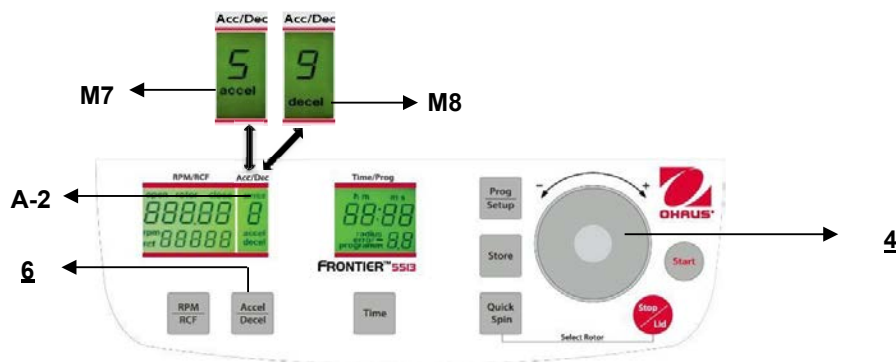

Figura. 15
Fare riferimento alla figura 15 qui di seguito per riferimento.
Il coperchio deve solo essere abbassato leggermente. Un bloccaggio elettromagnetico del coperchio fa chiudere il coperchio stesso, e allo stesso tempo scompare la parola **"open"** (M2) (fare riferimento alla figura 15).
Questa funzione è attivata mediante il tasto **"Accel/Decel"** (6) (fare riferimento alla figura 15).